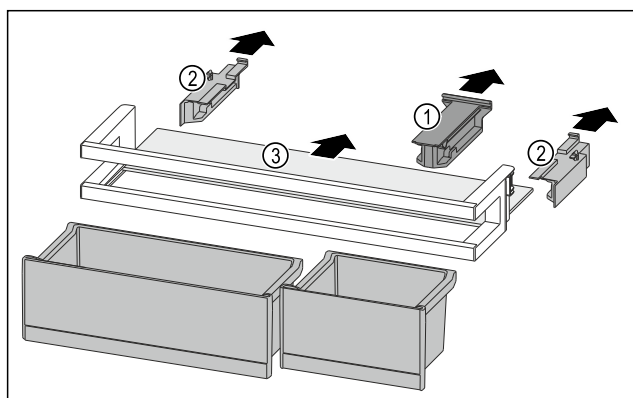

Fig. 92
- ▶ Desprindeți piesa de susținere Fig. 92 (1).
- ▶ Desprindeți piesele laterale Fig. 92 (2).
- ▶ Extrageți raftul Fig. 92 (3).